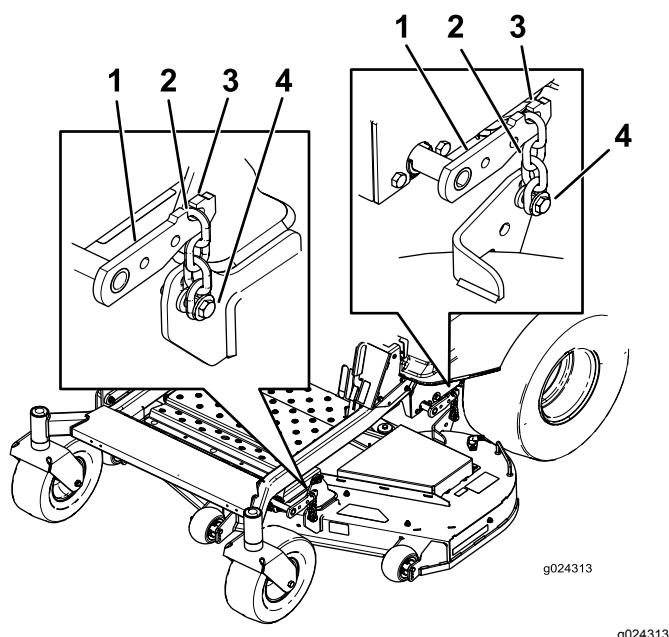

Figura 72
5. Allentate i dadi di regolazione in tutti e 4 gli angoli facendo in modo che il piatto di taglio poggi saldamente su tutti e 4 i blocchi (Figura 72).
6. Verificate che vi sia tensione in tutte e 4 le catene (Figura 72).
7. Serrate i 4 bulloni di regolazione (Figura 72).